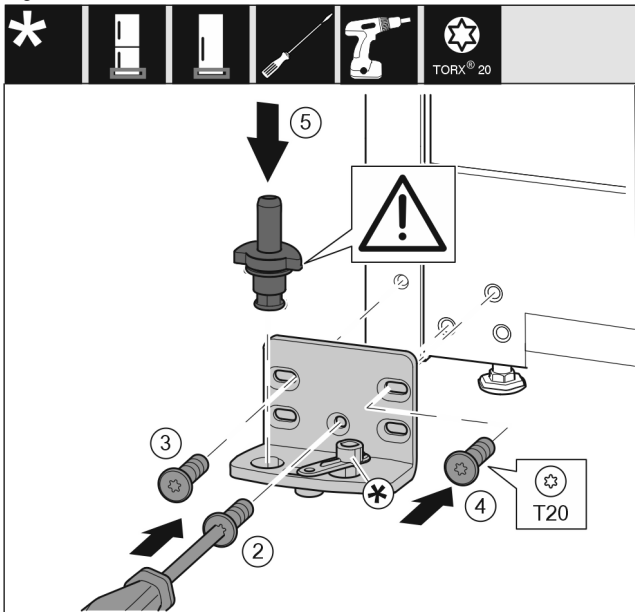

Fig. 14
- Applicare il blocco di supporto sull'altro lato e avvitare con un cacciavite T20. Iniziare dalla vite 2 in basso al centro. Fig. 14 (2)
- Serrare la vite 3 e 4. Fig. 14 (3,4)
- Inserire completamente il perno di supporto. Fare attenzione che la camma di arresto sia rivolta verso il lato posteriore. Fig. 14 (5)